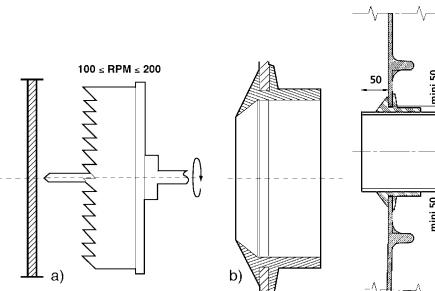

FIG. 7
- Praticare un'apertura con la sega rotativa fornita. Eliminare le sbavature presenti a livello della superficie di taglio, per garantire una superficie di contatto pulita. Posizionare le garniture d'entrata, inumidire l'interno con un lubrificante ed infilare il tubo d'entrata di circa 50 mm nel serbatoio, quindi inserire il collare di tipo Serflex (**vedi FIG. 7 - qui sotto**).